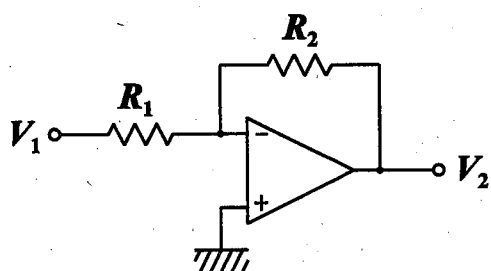
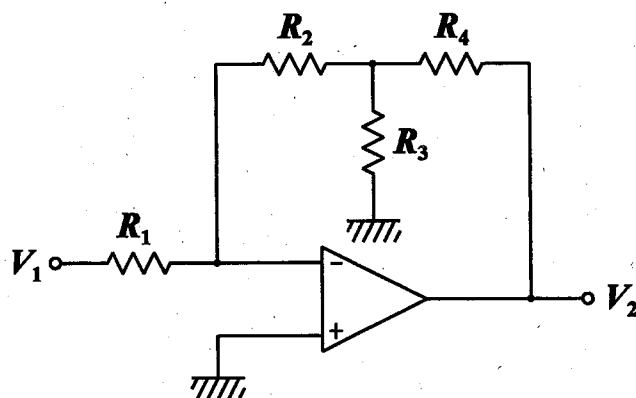

図4
図5
Ⅱ 図4および図5はオペアンプを用いた逆相増幅回路である。次の(1)～(4)の問いについて答えよ。なお、導出過程も示すこと。ただし、オペアンプの特性は理想的(利得は無限大、入力インピーダンスは無限大、出力インピーダンスはゼロ)とする。
- (1) 図4の回路の電圧増幅率 V_2/V_1 を求めよ。
- (2) 図4の回路で電圧増幅率が5倍となるように設計し、抵抗 $R_1 = 10 \text{ [k}\Omega\text{]}$ としたとき抵抗 R_2 の値を求めよ。
- (3) 図5の回路の電圧増幅率 V_2/V_1 を求めよ。
- (4) 図5の回路で電圧増幅率が5倍となるように設計し、抵抗 $R_1 = 10 \text{ [k}\Omega\text{]}$ としたとき抵抗 R_2 , R_3 , R_4 の値を求めよ。